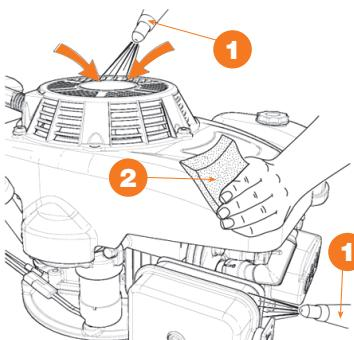

Рис. 27
- С помощью струи сжатого воздуха ①, удалить с глушителя и его защиты любой горючий мусор и грязь (Рис. 27).
- Убедиться, что вентиляционные отверстия не заблокированы ①.
- Протереть пластмассовые детали губкой ②, смоченной водой с моющим средством.